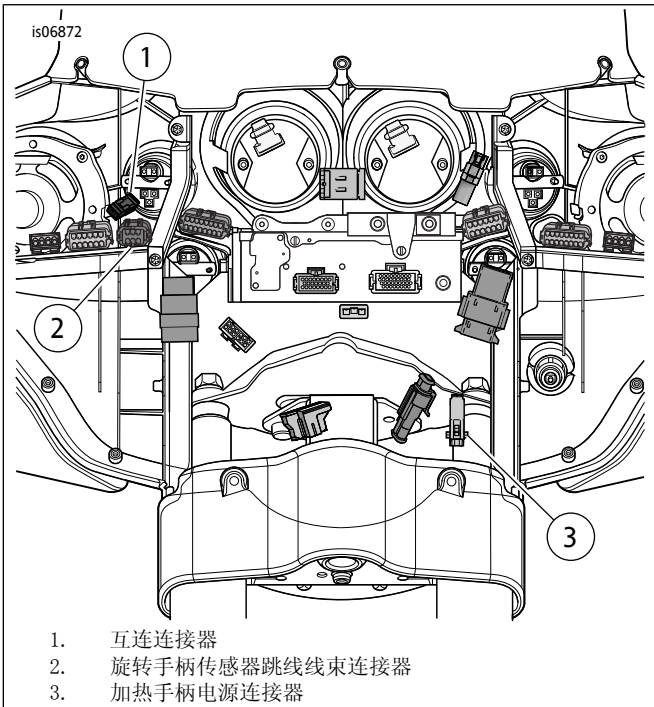

图6。挡风板接线(FLH车型)
2. 参见图6。将左侧手柄上的电源连接器半体连接到手柄电源连接器（3）。
参见图6。手柄电源连接器（3）上有一个盖，在连接摩托车接线之前必须拆下此盖。